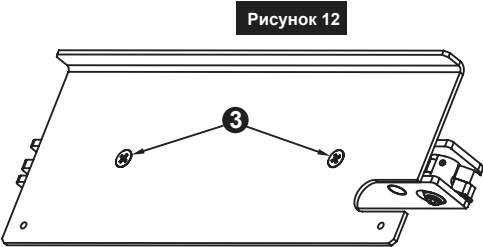

Рисунок 12
7. Открутить винты **3** (см. Рис. 12);